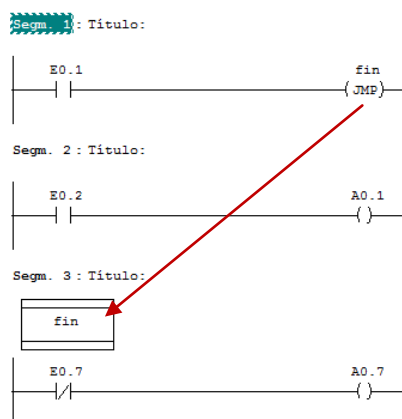

Figura 2. Salto condicional si $E0.1=1$.
---(JMP)--- Salto condicional. La figura 2 muestra que la operación de salto está condicionada a que $E0.1 = 1$